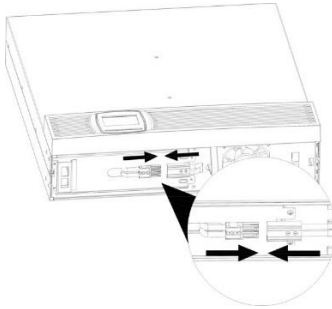

Abbildung 10: Verbinden der Batteriestecker
3. Aus Sicherheitsgründen wird die USV-Anlage mit nicht angeschlossenen Batterien geliefert. Zur Aktivierung der Batterie verbinden Sie die beiden roten Batteriestecker miteinander (s. Abbildung 10).